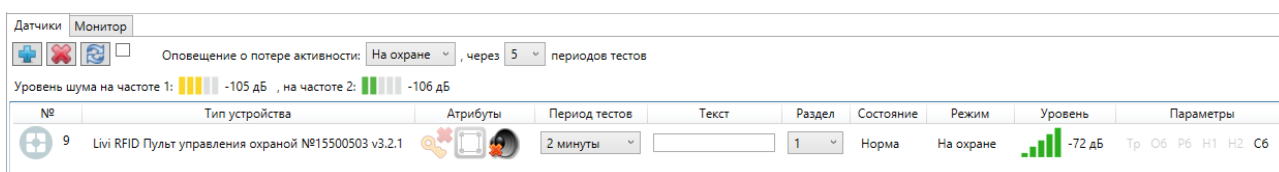
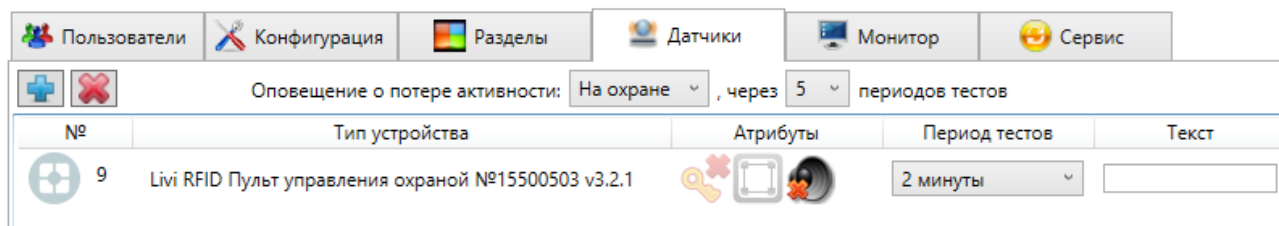
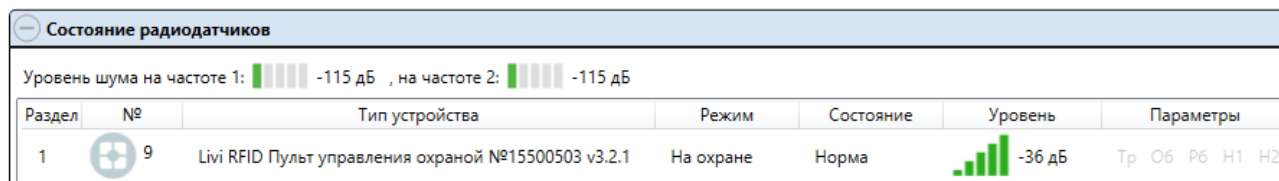

Рисунок 12.1 — Радиоустройство на вкладке *Датчики* в конфигурации ППК STEMAX SX810 (*STEMAX Конфигуратор*)
Рисунок 12.2 — Радиоустройство на вкладке *Датчики* в конфигурации контроллера Мираж-GSM-A8-05 (*STEMAX Приват*)
Рисунок 12.4 — Блок *Состояние радиоустройств* на вкладке *Монитор*
После связывания индикатор радиоустройства мигнет пять раз зеленым цветом. Сведения о радиоустройстве отобразятся на вкладке *Датчики* (см. рисунок 12.1, рисунок 12.2).
1. В программе *STEMAX Конфигуратор* или *STEMAX Приват* на вкладке *Монитор* (см. рисунок 12.4).
На вкладке *Датчики* в обеих программах можно посмотреть и, если применимо, изменить следующие параметры зарегистрированных радиоустройств (см. рисунок 12.1, рисунок 12.2):
В верхней части вкладки *Датчики* (см. рисунок 12.1), в верхней части таблицы *Состояние радиодатчиков* на вкладке *Монитор* (см. рисунок 12.4) программы *STEMAX Конфигуратор* и в верхней части вкладки *Монитор* программы *STEMAX Приват* отображаются индикаторы *Уровень шума на частоте 1* и *на частоте 2*. Они показывают уровень радиопомех на рабочих частотах, которые могут снижать качество связи контроллера с радиоустройствами. Наилучший (наименьший) уровень шума отображается одной зеленой полоской, наихудший (наибольший) — пятью красными полосками.
Перейдите на вкладку *Датчики* (см. рисунок 12.1) и назначьте раздел для пульта, в который будут поступать сервисные события, сформированные пультом. Выберите нужные атрибуты.